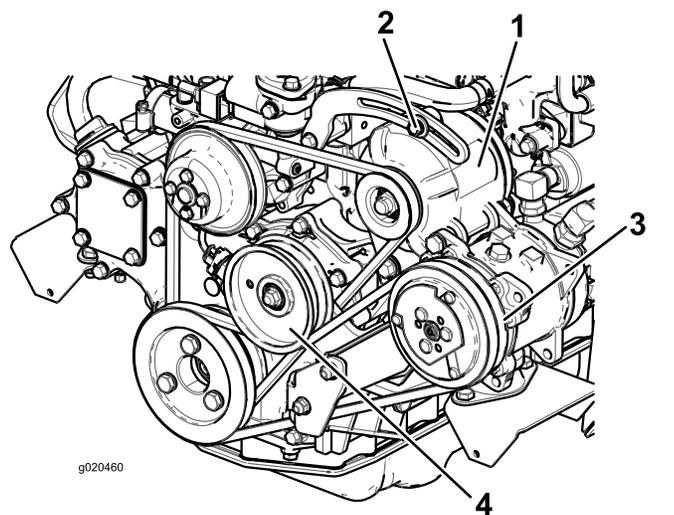

Рисунок 76
Если прогиб не равен 10 мм, ослабьте болты крепления генератора (Рисунок 76).
2. Для установки величины отклонения 10 мм ослабьте болт крепления натяжного ролика (Рисунок 76).